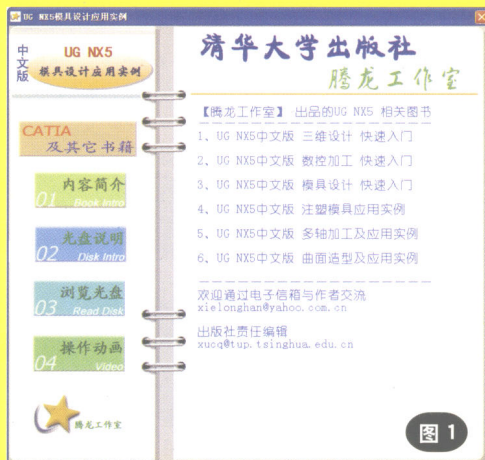
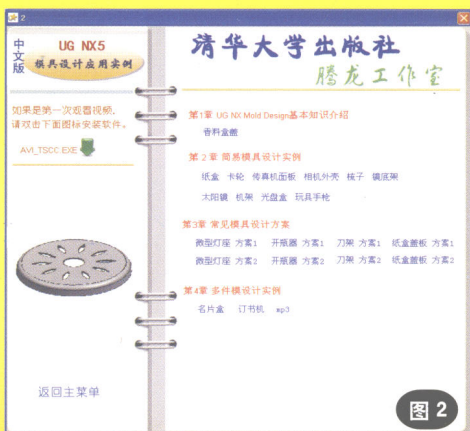

图 1
图 2
(1) 将DVD光盘插入DVD光驱,系统自动播放,出现如图1所示的光盘主界面。如果无法出现该界面,请直接双击光盘根目录中的CD_Start.exe文件。
(2) 将鼠标移动到“内容简介”图标上,主界面的右侧出现本书的内容介绍。
(3) 将鼠标移动到“光盘说明”图标上,可以阅读DVD光盘的使用方法。
(4) 单击“浏览光盘”图标,可以弹出打开光盘根目录,浏览光盘中的内容。
(5) 单击“操作动画”图标,弹出如图2所示的画面,读者可以按照其中的指示进行操作。如果无法播放操作录像,那么请单击“AVI_TSCC.EXE”,安装播放软件插件。
(6) 单击“CATIA及其他书籍”图标,可以浏览腾龙工作室已出版的其他书籍。